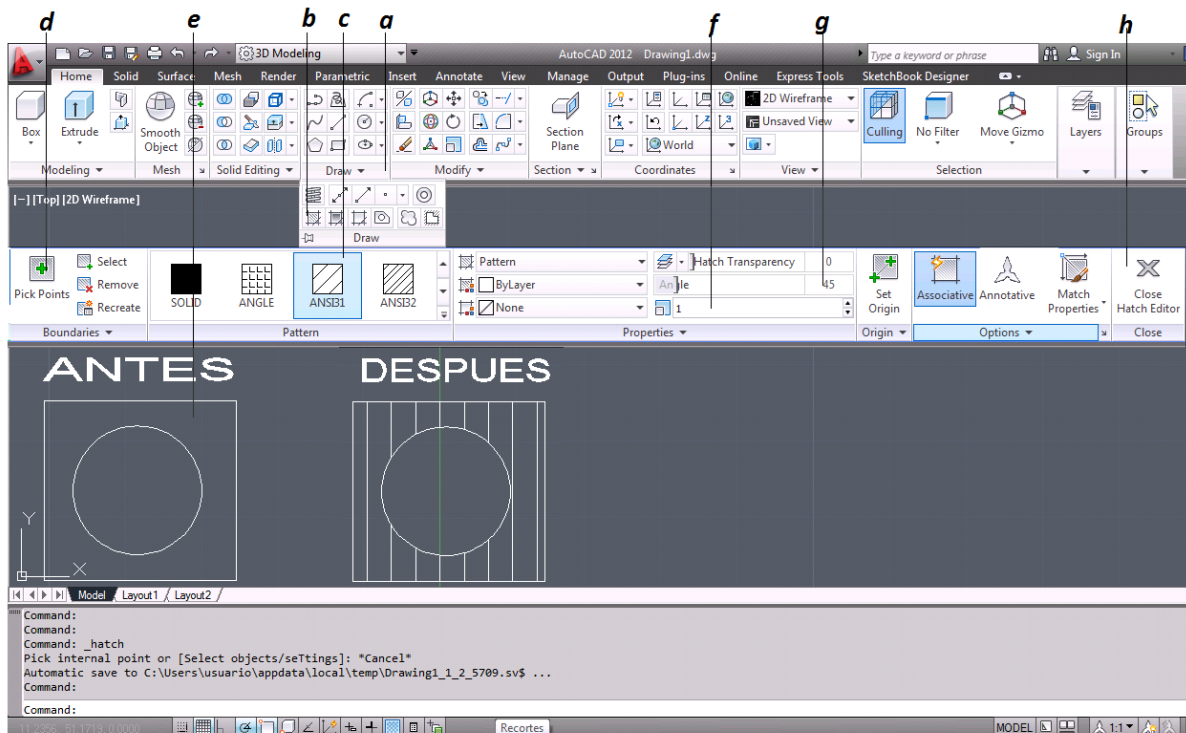

Figura 3.54 Sombreado “Angulo de Sombredo”
- a. Se selecciona la flecha del icono Dibujar (*figura 3.54*).
- b. Se selecciona el icono Sombreado [Hatch] (*figura 3.54*).
- c. Se selecciona el estilo de sombreado ANSI31 de la lista de Patrones [Pattern] (*figura 3.54*).
- d. Se selecciona el Botón Designar Punto [Pick Point] (*figura 3.54*).
- e. Se da clic dentro del área a sombreadar (*figura 3.54*).
- f. En la caja de Texto Escale [Scale] del Grupo Propiedades, para definir la separación entre líneas se ingresa 1 (*figura 3.54*).
- g. En la caja de Texto Angulo [angle] del Grupo Propiedades, para definir la inclinación de las líneas del sombreado a partir de la inclinación original, en este caso se ingresa 45 (*figura 3.54*).
- h. Clic en el botón Cerrar Creación de Sombreado para terminar el comando (*figura 3.54*).